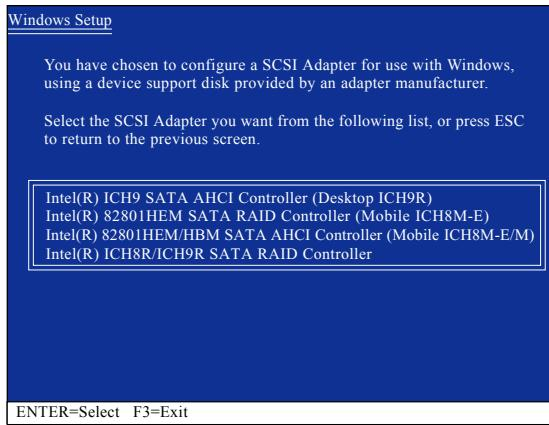

図 3
セットアップがフロッピーディスクの Intel ICH9R SATA RAID/AHCI ドライバを正しく識別したら、以下の図 3 のようなコントローラメニューが表示されます。矢印キーを使用して、表示されたアイテムを 1 つ選択し、<Enter> を押します。BIOS セットアップの SATA RAID/AHCI Mode アイテムを RAID モードに設定したら、**Intel(R) ICH9 SATA RAID Controller (Desktop ICH9R)** を選択します。(AHCI モードの場合、**ICH9 SATA AHCI コントローラ(Desktop ICH9R)**を選択します)。